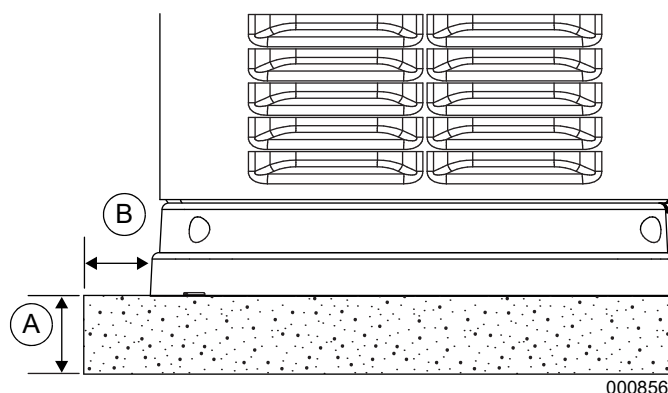

Figura 3-4. Pedriscos ou pedregulhos
Consulte a Figura 3-4. Prepare uma área retangular de aproximadamente 127 mm (5 in) de espessura (A) e aproximadamente 76,2 mm (3 in) de comprimento e mais larga (B) do que a pegada do gerador em todos os lados ao usar pedriscos ou pedregulhos.